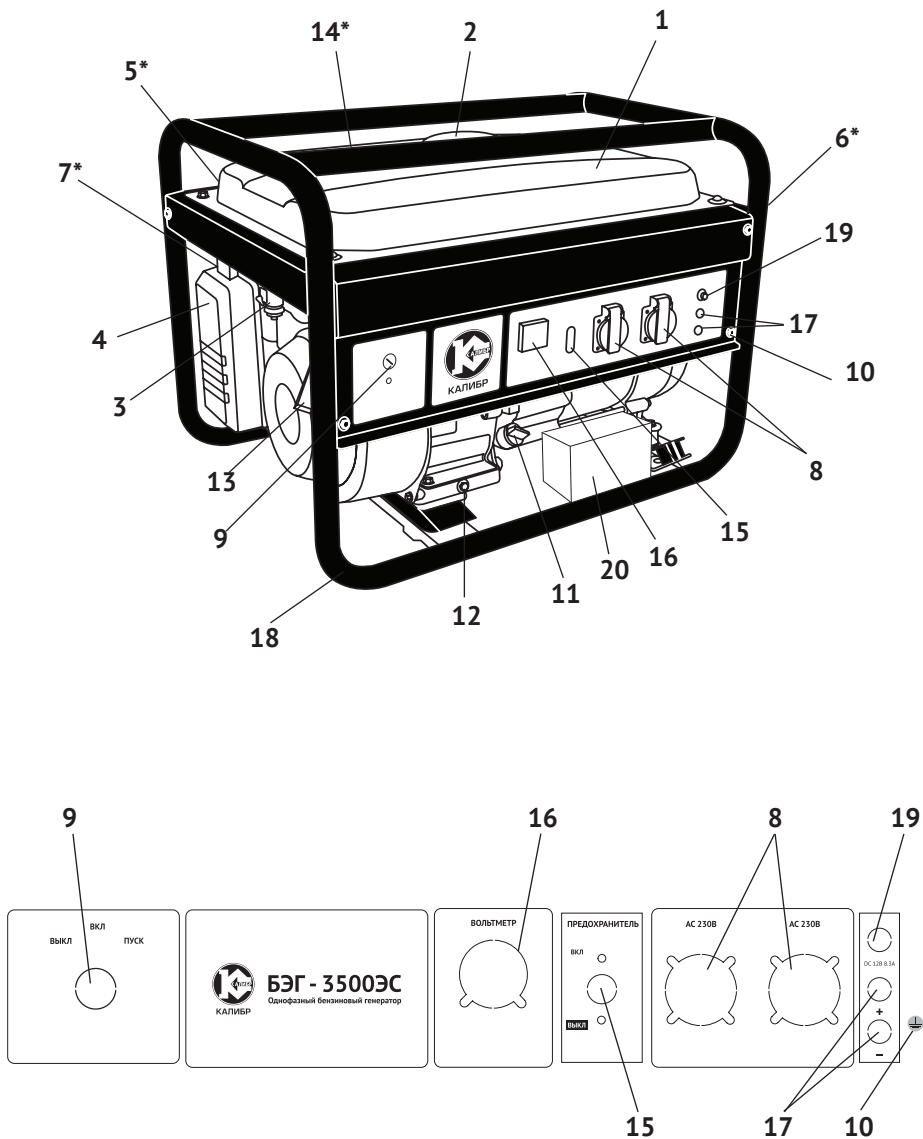

рис. 1
генератора. Передача осуществляется через коническое сопряжение ротора генератора и вала двигателя. При этом образуется самоцентрирующаяся трёхпорная схема соединения. С обмоток статора генератора напряжение подводится: через систему стабилизации на розетки переменного тока (рис.1 поз.8); через выпрямительный блок на розетку постоянного тока 12 В (рис.1 поз.17).
Двигатель работает на неэтилированном бензине АИ-92. Он оснащён мембранным карбюратором и электронной системой зажигания. Пуск двигателя осуществляется или ручным тросовым возвратным стартером (рис.1 поз.13) или ключом зажигания (рис.1 поз.9) электрического стартера.
2.4 Общий вид бензогенератора схематично представлен на рис.1
3.2 Бензогенератор оснащён одноцилиндровым четырёхтактным двигателем внутреннего сгорания с верхним расположением клапанов и нижним расположением коленчатого вала. Верхнее расположение клапанов снижает теплонапряжённость двигателя. При этом достигается более высокая выходная мощность в меньшем рабочем объёме при эффективном сгорании топлива. Двигатель имеет карбюраторную систему питания. Смазка осуществляется разбрызгиванием масла в картере. Пуск двигателя осуществляется или ручным тросовым возвратным стартёром (рис.1 поз.13) или ключом зажигания (рис.1 поз.9) электрического стартера.
3.4 Двигатель и генератор закреплены на трубчатой раме (рис.1 поз.18) через амортизаторы, что снижает вибрацию аппарата и уменьшает уровень шума при работе. Все элементы бензогенератора имеют удобный доступ для обслуживания и ремонта.
Электрическая сеть подключения потребителей относится к системе с изолированной нейтралью, предусматривающей защитное заземление открытых токопроводящих частей корпуса. В зависимости от местных условий (состав грунта, его влажность и т.п.) изменяется качество заземления. Во всех случаях защитное заземление должно иметь сопротивление не более 4-х Ом. Во время работы бензогенератора его клемма заземления (рис.1 поз.10) должна быть подсоединена к заземлителю. Практически это требование может быть реализовано следующими способами:
Выкрутите пробку-щуп из маслозаливной горловины (рис.1 поз.11) и залейте в картер масло необходимой марки до нижнего края горловины. Вставьте сухой чистый щуп в горловину картера и выньте его. Проверьте уровень масла: граница смоченной области щупа должна располагаться между отметками минимального и максимального уровней.
5.3.1 Отключить всех потребителей переменного и постоянного тока от генератора. Перевести автоматический выключатель (рис.1 поз.15) в положение «Выкл».
- перевести ключ замка зажигания (рис.1 поз.9) в положение «Вкл»;
- открыть топливный кран (рис.1 поз.3);
- перевести рычаг управления воздушной заслонкой (рис.1 поз.7) в крайнее левое положение «закрыто» при пуске холодного двигателя (для прогретого двигателя рычаг устанавливается в промежуточном положении);
- медленно потянуть рукоятку стартера (рис.1 поз.13) до появления сопротивления. Затем резким движением вытянуть трос до конца, повторить действие ещё раз, если двигатель не завёлся;
После прогрева двигателя в течение 10-40 секунд (в зависимости от начальной температуры), перевести рычаг воздушной заслонки (рис.1 поз.7) в крайнее правое положение «открыто».
- перевести ключ замка зажигания (рис.1 поз.9) в положение «Выкл.»;
- закрыть топливный кран (рис.1 поз.3).
- наличие и величина напряжения переменного тока измеряется вольтметром (рис.1 поз.16);
При перегрузке может сработать защита генератора. Проверьте суммарную мощность подключённого оборудования. Отключите лишнее. Включите автомат защиты (рис.1 поз.15), переведя выключатель вверх (положение «ВКЛ.»)